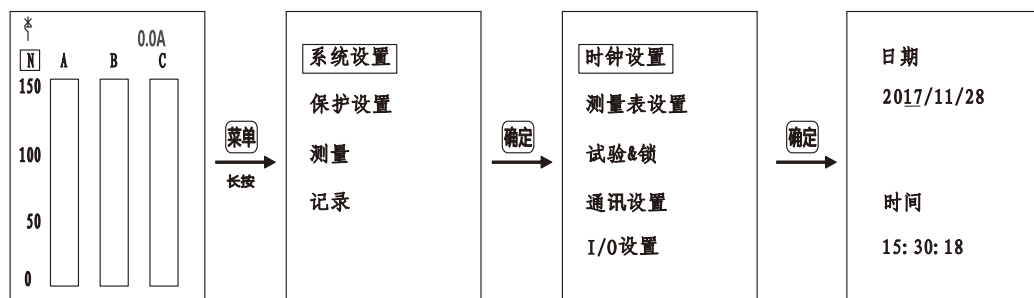

图53时钟设置步骤
- ② 系统设置：主界面长按“菜单”键进入主题菜单，按“确定”键进入系统设置界面，按“↑”“↓”键选择需要设置的选项，按“确定”进入选项。示例见图53（时钟设置）